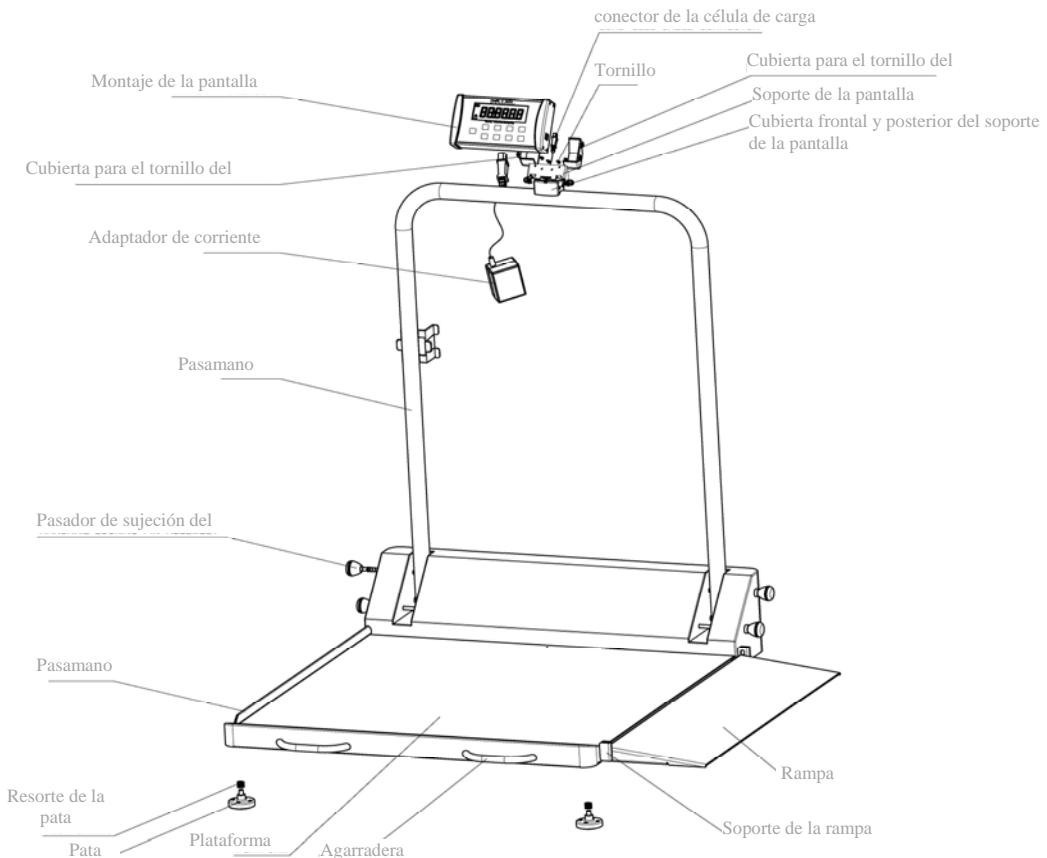

Figura 8
3. Enrosque las (4) patas en la parte inferior de la plataforma de la bascula (ver la figura 8). Inicialmente, debe de apretar cada pata solo con la mano. Desenrosque 1-½ vuelta completa en cada pata. Esto permite el funcionamiento adecuado de la célula de carga y la exactitud de la bascula.
2. Afloje los cuatro pasadores de sujeción del pasamano con un movimiento contrario a las manecillas del reloj (ver la figura 8).